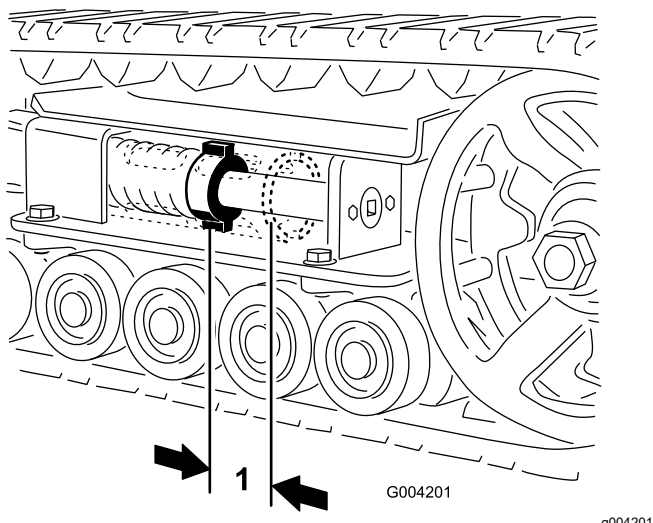

Figure 46
L'écrou de tension et l'arrière du tube de tension doivent être distants de 7 cm (Figure 46). Si ce n'est pas le cas, réglez la tension des chenilles comme suit :
5. À l'aide d'une clé à cliquet de ½ pouce, tournez la vis de tension dans le sens antihoraire jusqu'à obtention d'un espacement de 7 cm entre l'écrou de tension et l'arrière du tube de tension (Figure 46).
12. Tournez la vis de tension dans le sens antihoraire jusqu'à obtention d'un écartement de 7 cm entre l'écrou de tension et l'arrière du tube de tension (Figure 46).
18. Tournez la vis de tension dans le sens antihoraire jusqu'à obtention d'un écartement de 7 cm entre l'écrou de tension et l'arrière du tube de tension (**Figure 46**).